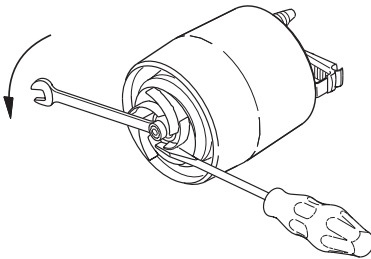

Fig. 14
- Deblocați și desfaceți piulița de pe axul motorului (13 mm) - Cu ajutorul unei șurubelnițe împiedicați rotirea rotorului (vezi fig. 14).